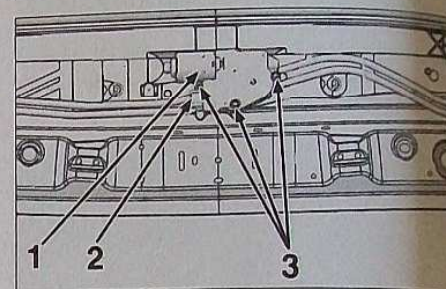

FIG. 59
Débrancher le connecteur (2) (Fig.59).